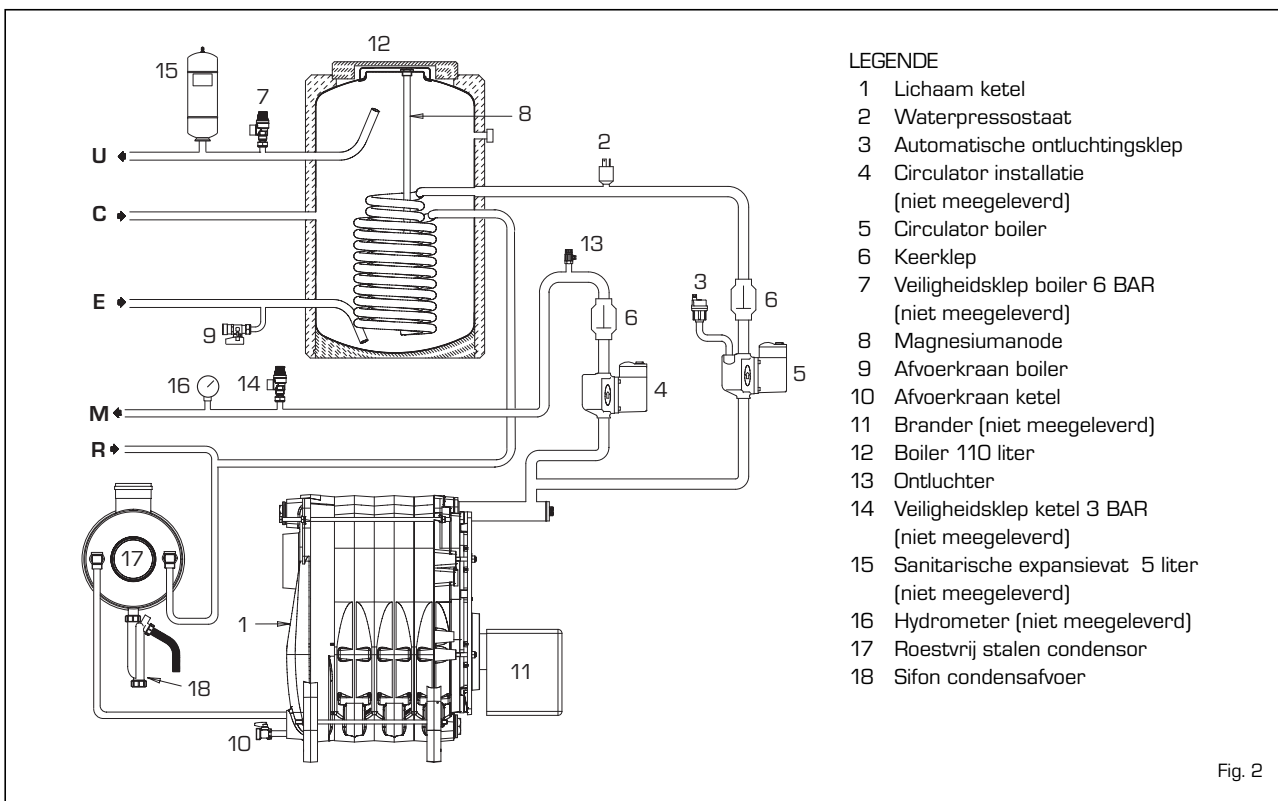

Fig. 2
2.3.1 Aanbevolen accessoires (fig. 2)
In de warm water-stand blijft de laadpomp van de boiler in werking totdat het warme water de met de aquastaat van de boiler ingestelde temperatuur heeft bereikt. Wanneer de pomp van de boiler is gestopt, kan de pomp van de verwarmingsinstallatie worden aangezet (deze is overigens niet meegeleverd), op voorwaarde dat de zomer/winter schakelaar op de WINTER stand staat en dat de kamerthermostaat warmte vraagt. **De ketel kan de gewenste hoeveelheid warm water alleen produceren als alle lucht in de slang is afgevoerd wanneer hij voor het eerst wordt aangezet. Om deze handeling te vereenvoudigen dient men de terugslagklep (6 fig. 2) open te zetten door de schroef in horizontale stand te zetten. Zet de schroef in de oorspronkelijke stand terug wanneer het afvoeren is voltooid.** De bereiding van het sanitaire warme water wordt gewaarborgd door een boiler van ROESTVAST STAAL AISI 316L, met een speciale spiraalvormige warmtewisselaar van roestvast staal, die voorzien is van een magnesiumanode ter bescherming van de boiler en een inspectieflens voor de controle en de reiniging.